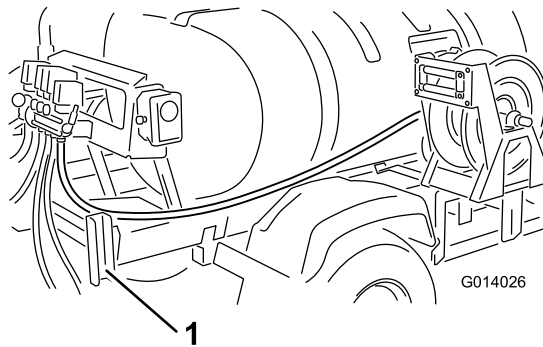

Рисунок 12
- Проложите шланг назад, вдоль рамы бака на полозьях, внутри правого заднего крыла, внутри швеллера опоры стрелы (Рисунок 12).
- Проложите шланг вокруг рамы-основания к клапану шлангового барабана, установленного ранее (Рисунок 12).